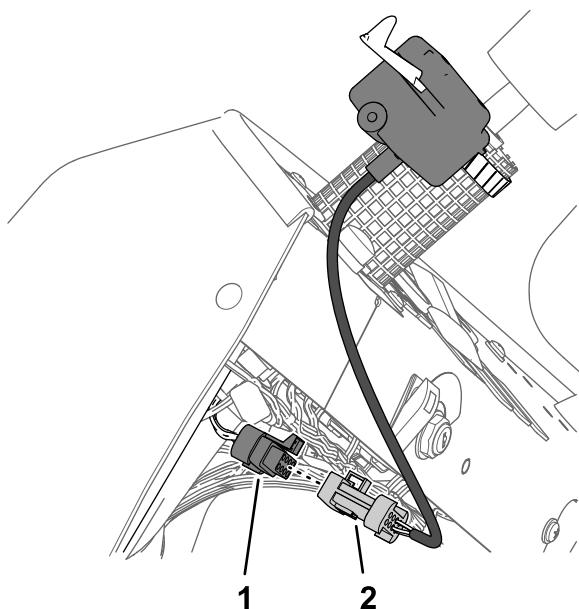

**Figura 34**
1. Monte o interruptor do sinal de mudança de direção na válvula de direção com a braçadeira de tubos como se mostra na Figura 34 e aperte a braçadeira à mão.